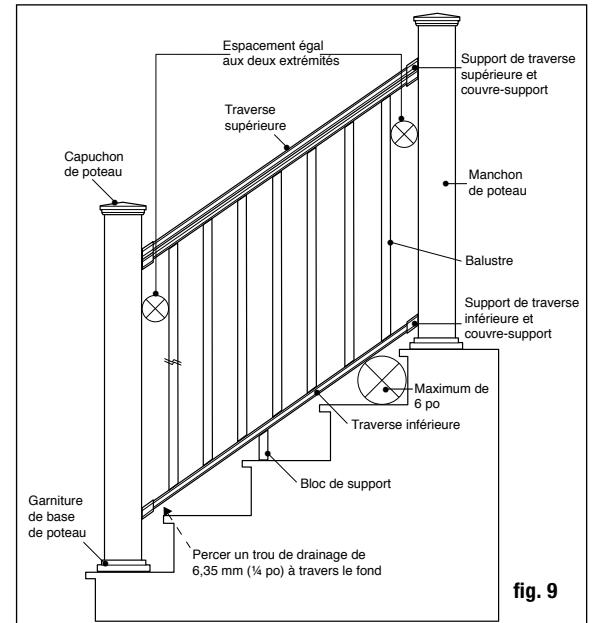
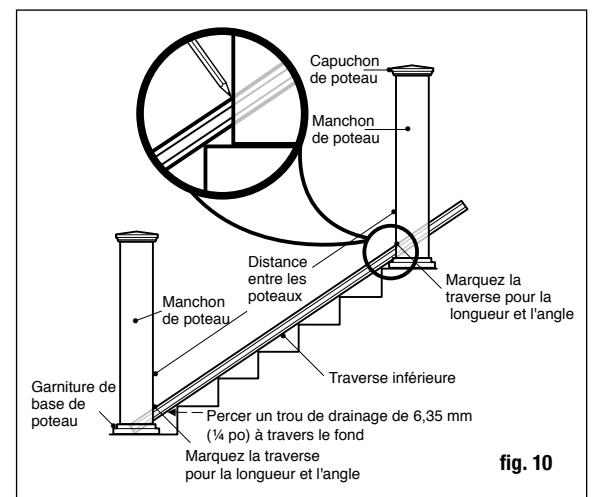

fig. 9
fig. 10
Étape 6 Mesurez la distance entre les manchons de poteaux installés pour déterminer la longueur des traverses du haut et du bas. Placez la traverse inférieure sur les gurons, près des poteaux et ajustez afin que la distance entre le premier trou de balustre et le poteau soit plus élevée qu'au moins 7 cm (2-3/4 po), puis égale aux deux extrémités (fig. 9). Marquez la traverse à la bonne longueur et angle. Coupez la traverse du bas. Coupez la traverse du haut à la même longueur et le même angle (fig. 10). **Percer un trou de drainage de 6,35 mm (1/4 po) à travers le fond de la traverse pour éviter que l'eau ne soit coincée. Placer le trou vers l'extrémité inférieure de la traverse, à environ 38,1 mm (1,5 po) de l'extrémité de la traverse pour éviter le support inférieur.**
Étape 7 Placez les bons couvre-supports et support de traverse aux extrémités de la traverse supérieure. Portez une attention particulière aux supports utilisés, sachant qu'ils ont des angles différents entre les traverses du haut et du bas. Marquez la position sur le bloc de support et joindre à la rampe inférieure. Placez la traverse inférieure entre les poteaux des gurons de l'escalier (fig. 10). Vous pourriez devoir placer des cales entre deux nez de marche afin de surélever la traverse du bas. Vérifiez les exigences dans votre région. Généralement, une sphère de 15 cm (6 po) ne peut pas passer par le triangle formé par la traverse du bas, le giron et la contremarche (fig. 9). Centrez le support d'escalier sur le poteau. En utilisant le support d'escalier comme guide, marquez la position des vis sur le manchon de poteau et sur les deux extrémités de la traverse. Percez des trous de guidage de 1/8 po dans le manchon de poteau et la traverse. Fixez le support d'escalier au manchon de poteau grâce à des vis à tête plane n° 8-15 x 2 po - n° 2, puis fixez le support d'escalier à la traverse en utilisant des vis à minces à têtes carrées autotaraudeuses n° 8-16 x 3/4 po - n° 1.